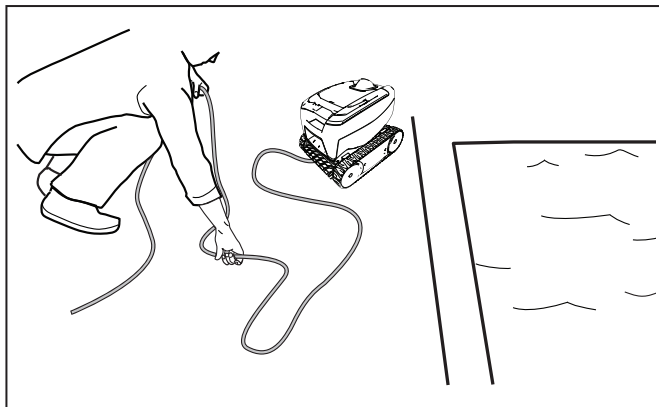

Figure 19. Tender el cable al sol
4. Extraiga el limpiador de la piscina y elimine nudos y torceduras del cable flotante. Comience por el extremo de la cabeza del limpiador. Tienda el cable al sol para que pierda marcas de enredos y torceduras(Figure 19).